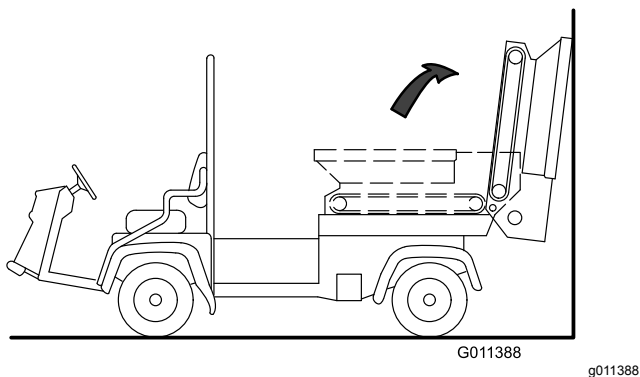

Figure 33
5. Faites pivoter la trémie en arrière et appuyez-la contre un mur, une échelle, etc. N'appuyez pas la trémie contre l'arrière de la machine car cela pourrait endommager la brosse ou les coupleurs hydrauliques (Figure 33).
Important: Veillez à faire pivoter la trémie au-delà du centre et/ou à l'appuyer solidement contre le mur ou le montant pour l'empêcher de tomber accidentellement dans la zone de travail (Figure 33).